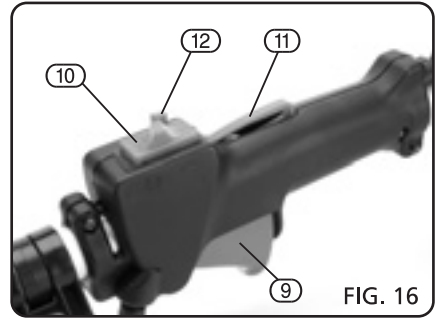

FIG. 16
10.1 STARTING THE ENGINE (FIGS. 16 – 18)